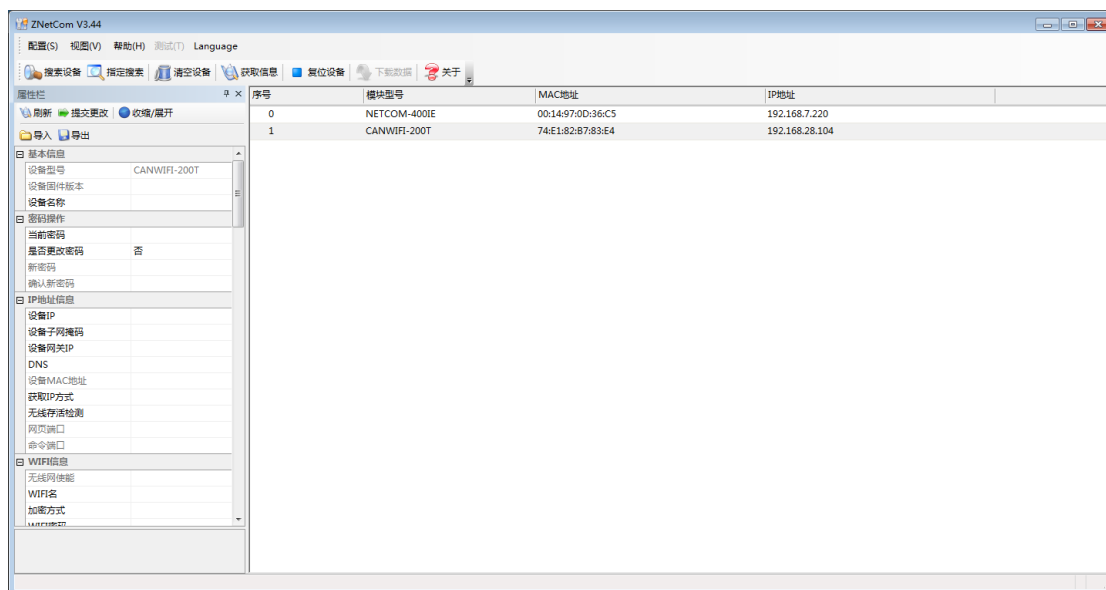

图 3.2 ZNetCom 软件运行界面
3. 双击 ZNetCom2 运行 ZNetCom 软件（如果是 WIN7 以上系统，需要右击，以管理员身份运行），出现如图 3.2 所示界面。